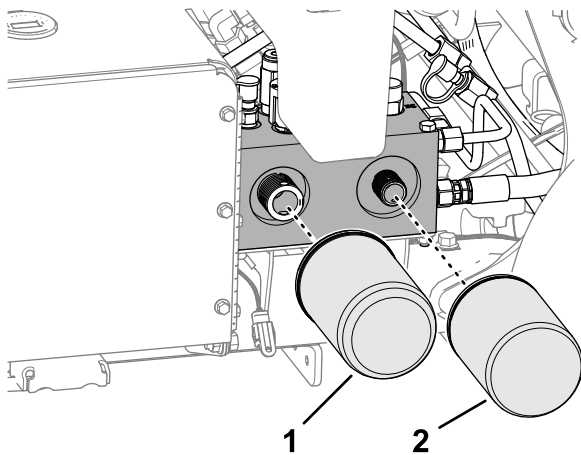

Figura 181
2. Amplasai o tavă de scurgere sub filtre, îndepărtați filtrele vechi i tergeți suprafaa garniturii adaptorului de filtru (Figura 181).